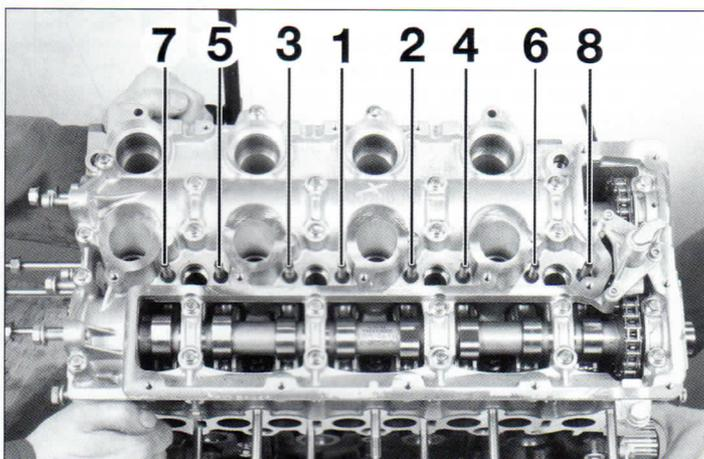

FIG.46
- Montar los ejes de guía de fijación de los inyectores y apretarlos en el orden indicado (fig. 46).